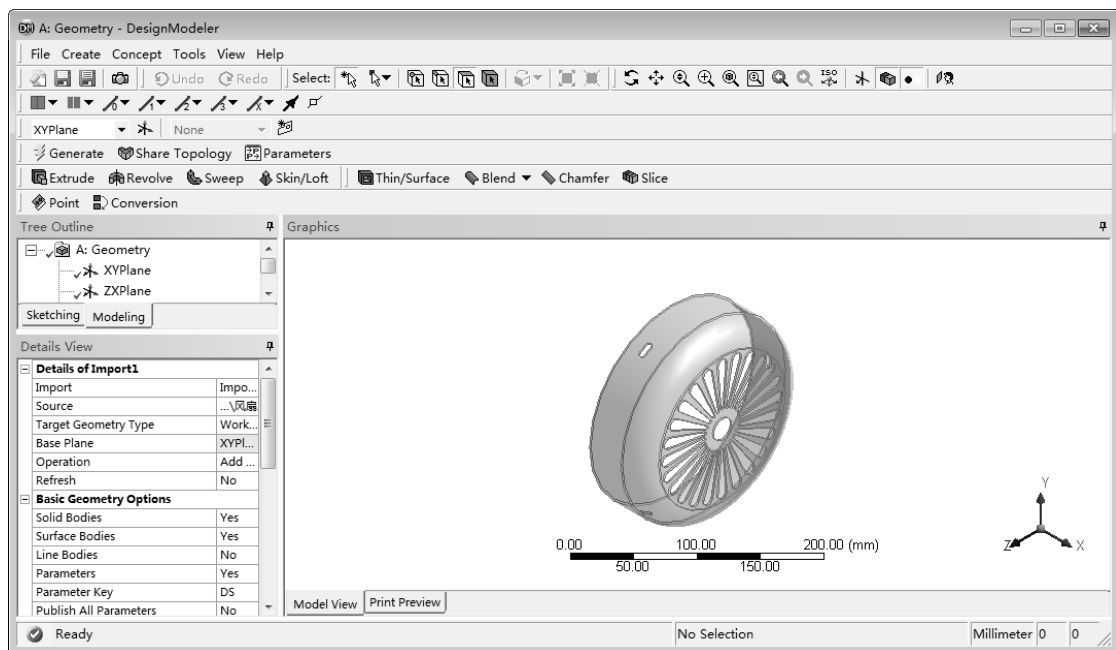

图 9-10 生成几何图形后的 DesignModeler 界面
4) 进入 DM 后, 设计树中【Import1】节点前面显示, 表示需要生成, 图形窗口没有图形显示, 单击  按钮, 生成几何体, 即可在窗口右侧显示出几何图形, 如图 9-10 所示。